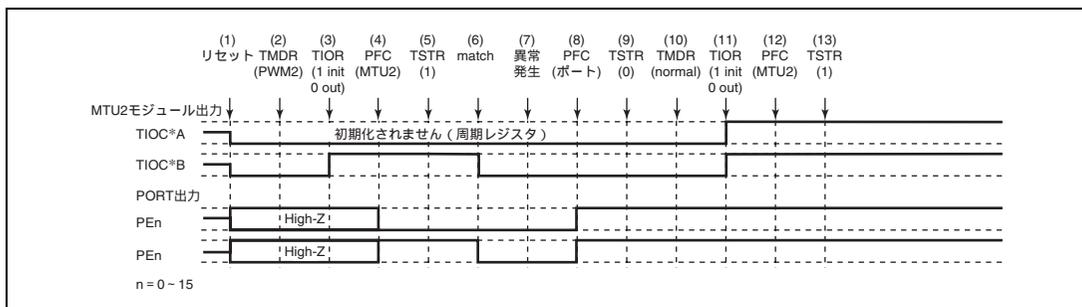

図 9.136 PWM モード 2 で異常が発生し、ノーマルモードで復帰する場合
PWM モード 2 で異常が発生し、再設定後ノーマルモードで再スタートする場合の説明図を図 9.136 に示します。
(1) ~ (9) は図 9.136 と共通です。
(10) PWM モード 1 を設定します。
(11) TIOR で端子を初期化してください (PWM モード 1 では TIOC*B 側は初期化されません)。
(12) PFC で MTU2 出力としてください。
(13) TSTR で再スタートします。
(10) PWM モード 2 で再スタートする場合には必要ありません。
(11) TIOR で端子を初期化してください (PWM モード 2 では周期レジスタの端子は初期化されません)。
(16) PWM モード 2 で動作中に異常が発生し、位相計数モードで再スタートする場合の動作
- (1) ~ (9) は図 9.136 と共通です。
- (10) 位相計数モードを設定します。
- (11) TIOR で端子を初期化してください。
- (12) PFC で MTU2 出力としてください。
- (13) TSTR で再スタートします。